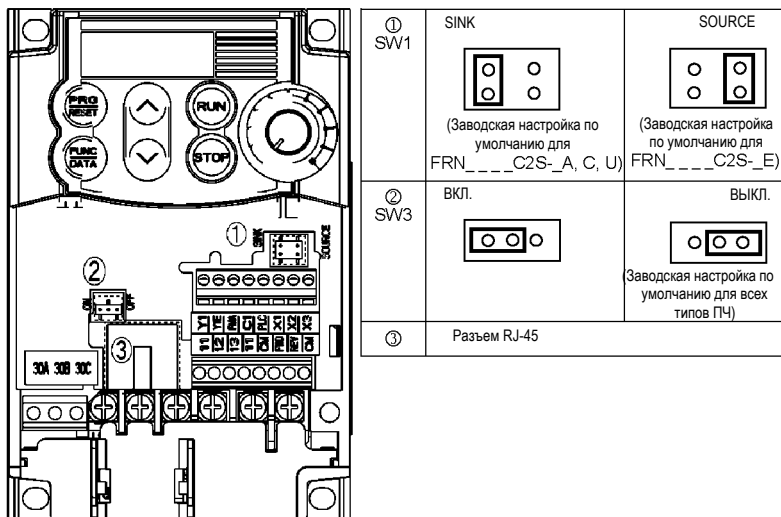

Рисунок 2.11 Расположение перемычек и разъема RJ-45
① SW1	<p>Переключатель SINK/SOURCE (сток/исток) для клемм цифровых входов</p> <ul style="list-style-type: none"> <li>• Чтобы использовать клеммы цифровых входов [X1] – [X3], [FWD] и [REV] в режиме SINK, установите переключку в позицию стока; чтобы использовать их в режиме SOURCE, установите переключку в позицию истока. (См. рисунок 2.11.)</li> <li>• Для переключения переключки между режимами «сток/исток» цифровых входов или изменения монтажного положения переключки используйте мини-плоскогубцы с длинными наконечниками.</li> </ul>
② SW3	<p>Выключатель согласующего резистора для связи RS-485</p> <ul style="list-style-type: none"> <li>• Чтобы подсоединить опциональную удаленную панель оператора, установите переключку в позицию «ВЫКЛ.» (заводская настройка по умолчанию).</li> <li>• Если ПЧ подключен к сети связи RS-485 как согласующее устройство, установите переключку в позицию «ВКЛ.».</li> <li>• Для включения и выключения согласующего резистора или изменения монтажного положения переключки используйте мини-плоскогубцы с длинными наконечниками.</li> </ul>